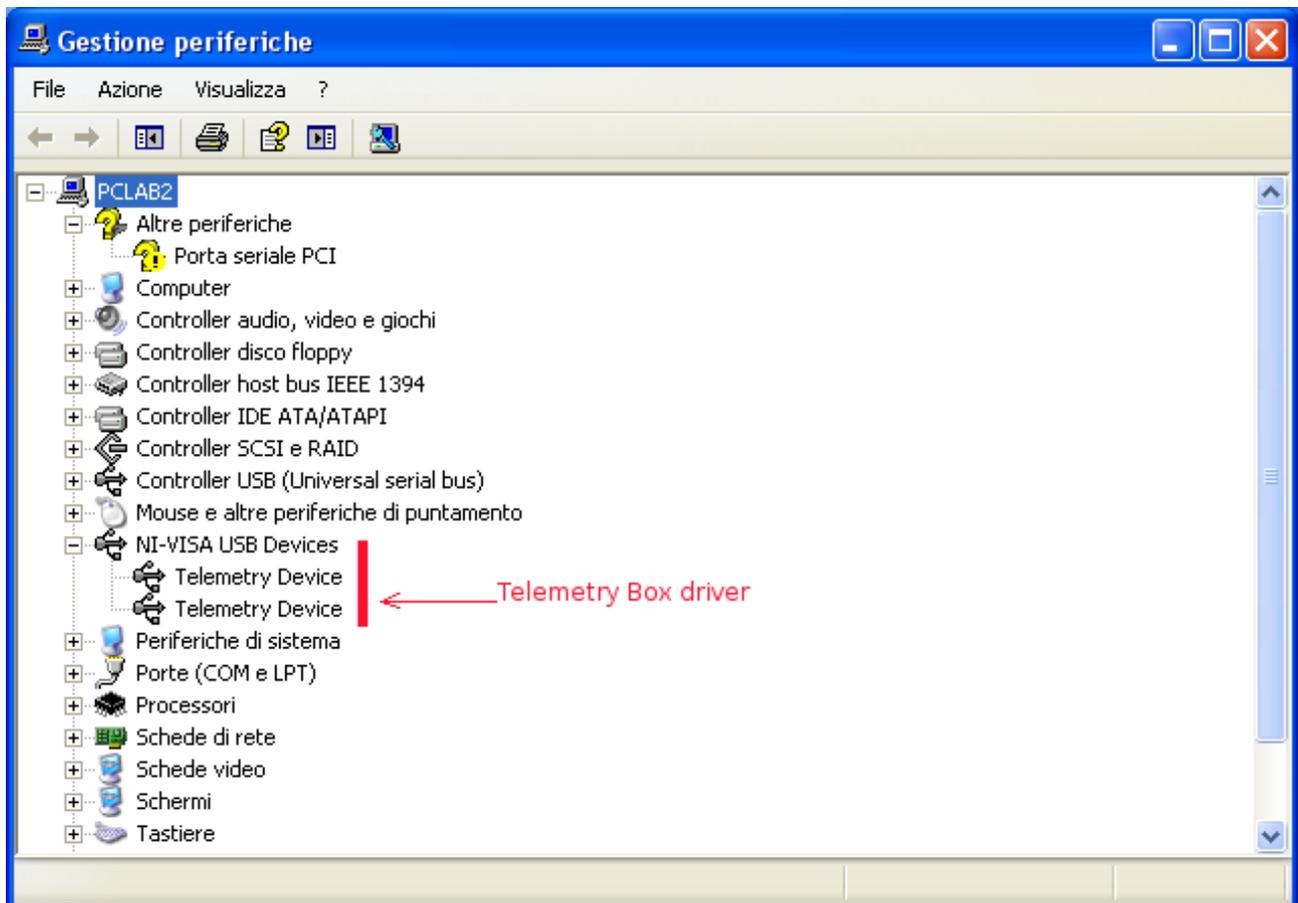

Figura 36: verifica esito installazione driver Telemetry box PC Interface
- per verificare che l'installazione sia andata a buon fine, entrare nella “Gestione periferiche” del proprio PC e verificare che appaiano, a *Telemetry Box* collegata al PC, le periferiche evidenziate nella figura 36.